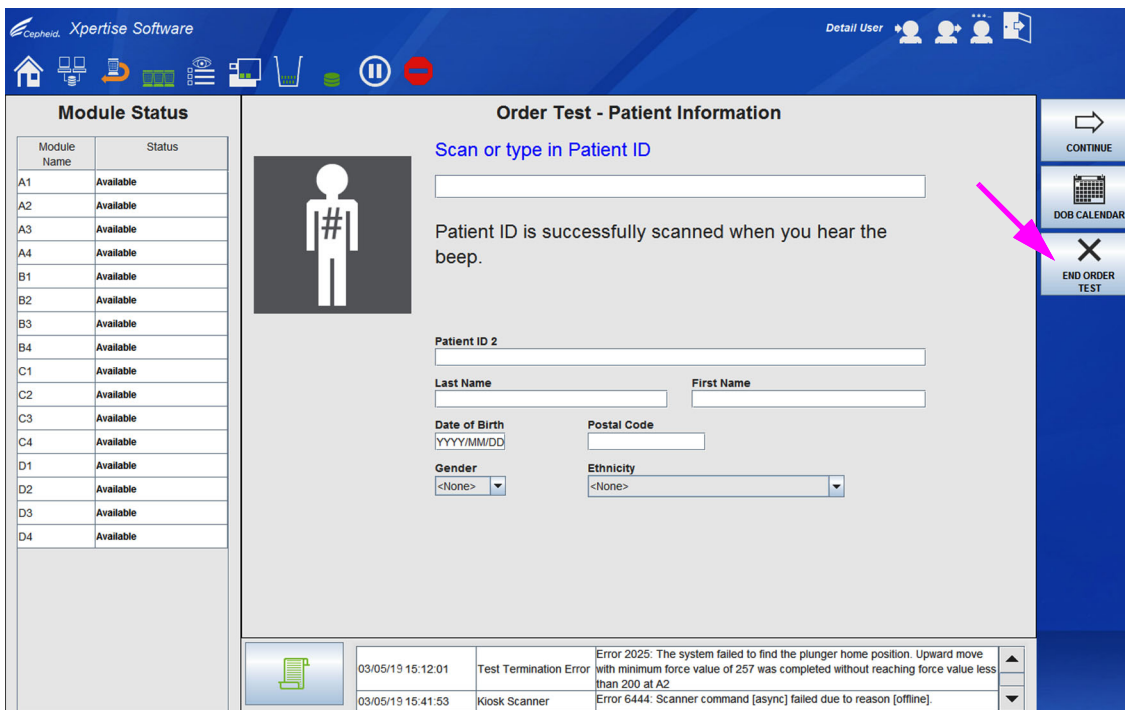

図 5-60. テストのオーダー – 患者 ID ワークスペース
- 他にテストをオーダーしない場合は、**テストのオーダー終了 (END ORDER TEST)** ボタンを選択します (図 5-60 を参照)。テストのオーダー - 患者 ID (Order Test - Patient ID) ワークスペースのどのフィールドにも情報が入力されていない場合、テストのオーダー (Order Test) メニューは閉じます。